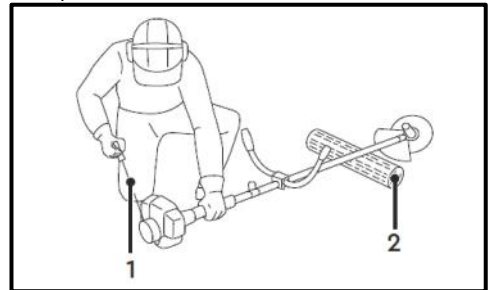

Рис. 25
- За можливості підкладіть під штангу опору (2), для того щоб не пошкодити захисний кожух і різьбче приладдя, та утримуйте штангу кущоріза рукою (Рис. 25).
- Витягніть шнур стартера за рукоятку шнура стартера (1) до моменту появи опору (Рис. 25).
- Смикніть за рукоятку шнура стартера (1) (Рис. 25). Повторюйте ці операції до тих пір, поки двигун не запуститься.